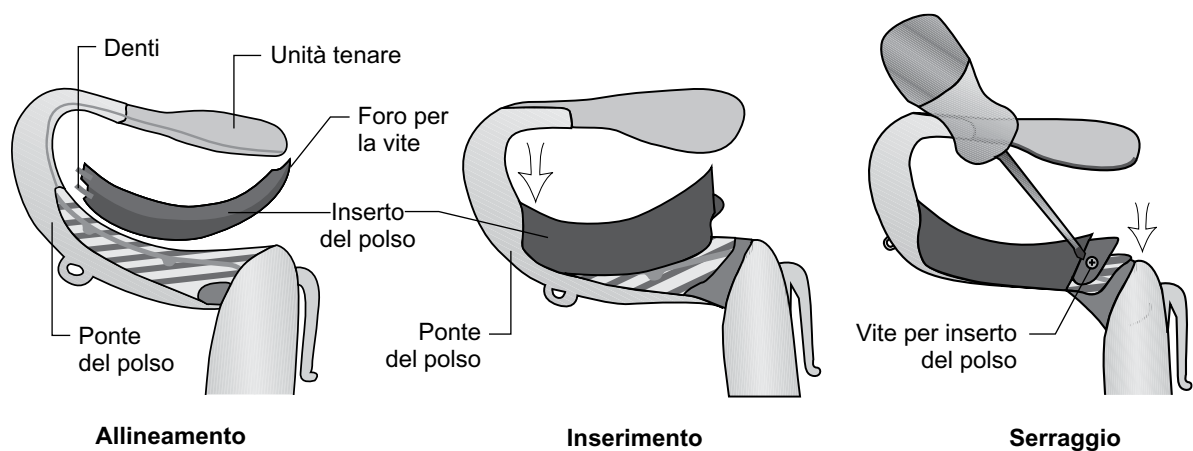

Figura 6-4 - Allineamento dell'inserto del polso, inserimento dell'inserto nel ponte del polso, serraggio della vite dell'inserto del polso
3. allineare l'inserto del polso sopra il ponte del polso; I denti dell'inserto del polso devono essere distali e il foro per la vite prossimale (Figura 6-4);
4. inserire i denti dell'inserto per il polso nel ponte del polso (Figura 6-4). Non danneggiare il circuito elettronico del ponte del polso;
6. inserire la vite per l'inserto per il polso negli appositi fori e serrare (Figura 6-4).